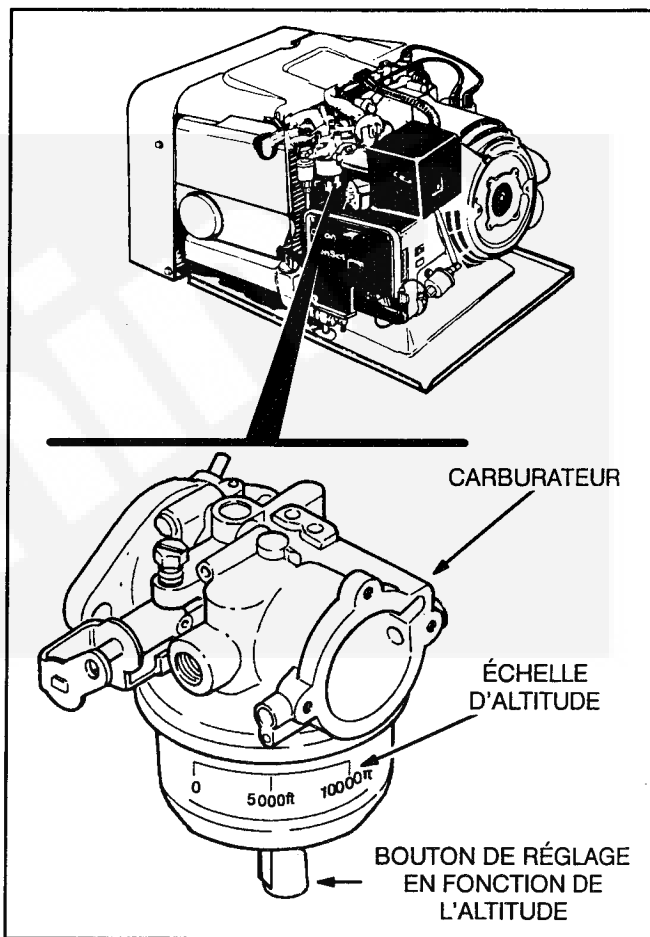

FIGURE 6. BOUTON DE RÉGLAGE EN FONCTION DE L'ALTITUDE (MODÈLES À ESSENCE SEULEMENT)
3. Mettre le bouton de réglage en fonction de l'altitude (Figure 6) sur la position convenable (modèles à essence seulement).
6. Mettre le bouton de réglage en fonction de l'altitude (Figure 6) sur la position convenable (modèles à essence seulement).
Pour obtenir la meilleure économie en carburant et le fonctionnement le plus satisfaisant du groupe électrogène, mettre le bouton de réglage du carburateur en fonction de l'altitude (Figure 6) sur l'altitude convenable (modèles à essence seulement). Pour avoir l'altitude, consulter les cartes routières, les atlas de voyage et les panneaux de signalisation. Voir comment l'altitude affecte le rendement maximum du groupe électrogène à la section *Alimentation électrique du matériel*.